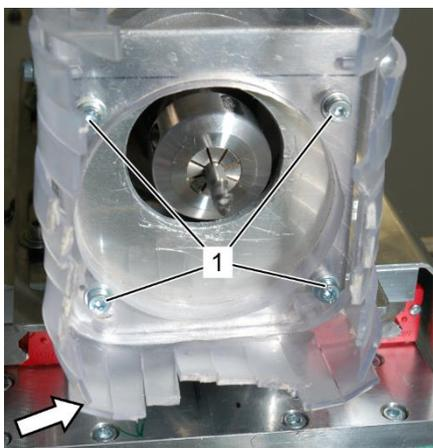

Abb. 35: Schutzschirm
Vier Schrauben (Abb. 35/1) lösen und entfernen.
3. Schutzschirm aus Plastik (Abb. 35/Pfeil) entfernen.
4. Neuen Schutzschirm mit vier Schrauben (Abb. 35/1) befestigen.